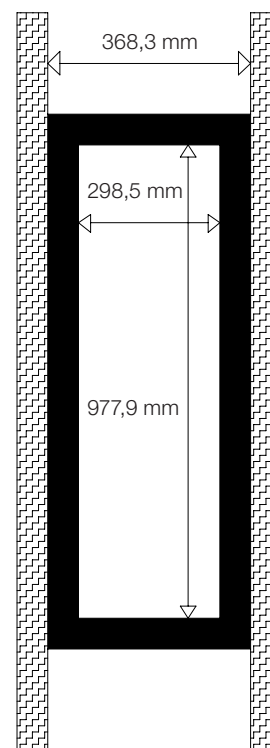

Abbildung 14
2. Verwenden Sie 5x15-cm-Holzbretter, um einen Rahmen mit einem Innenmaß von 977,9 mm x 298,5 mm (38,5" x 11,75") zu bauen (Abbildung 14). Beachten Sie, dass die langen Seitenlatten abgehobelt werden müssen, um die 29,85 cm breite Öffnung zu erhalten. Messen Sie Ihre Teile, um zu berechnen, wie viel abgehobelt werden muss. Der verbleibende Freiraum in der Öffnung bietet Platz für Werkzeuge bei der Montage dieses Rahmens in die Wand. Befestigen Sie diesen Rahmen an den vorhandenen Stützen mit Nägeln oder Holzschrauben.